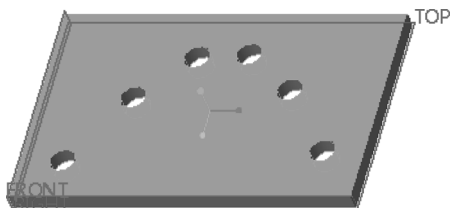

图 5-60 创建的尺寸阵列
11) 在“阵列”选项卡中单击 ☒ (完成) 按钮，完成的尺寸阵列如图 5-60 所示。